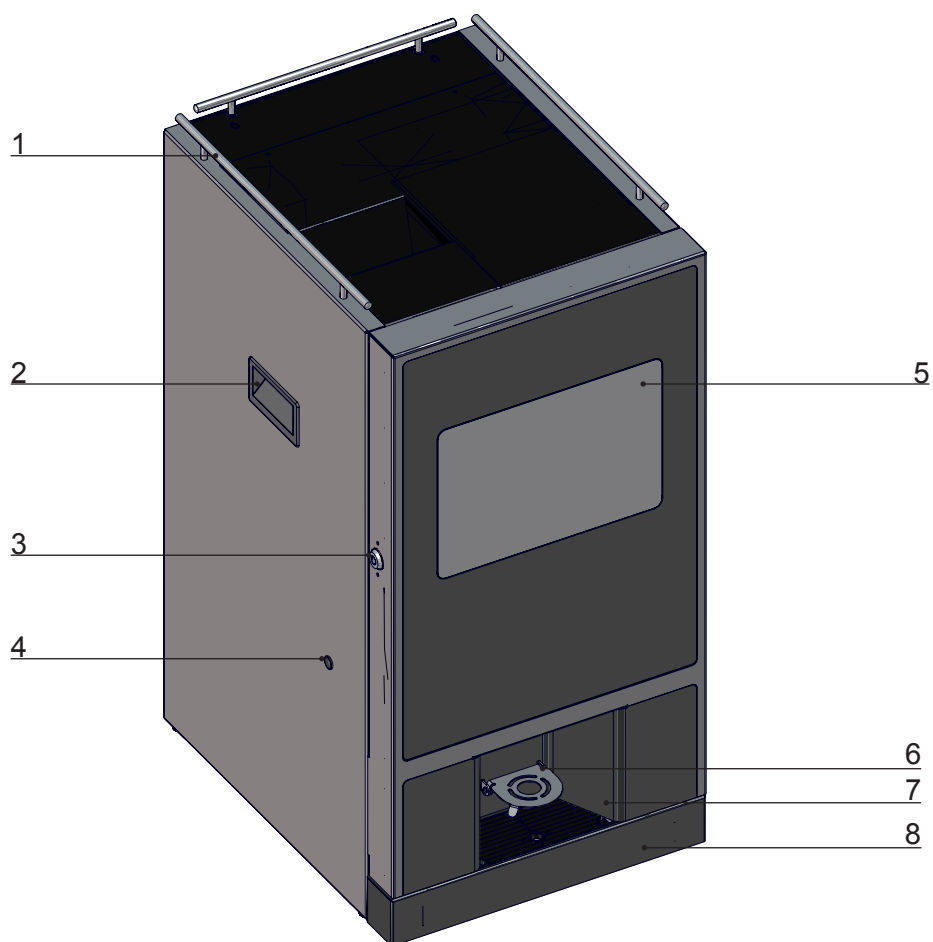

Рисунок 8 - NERO TOUCH INSTANT
- Соедините разъём сетевого шнура (см.рис.4) с разъёмом на блоке коммутации (см.рис.8);
- Включите автомат, переведя кнопку выключателя на блоке коммутации в положение “I / Вкл” (см.рис.8);
Внешний вид NERO TOUCH INSTANT (см.рис.8)